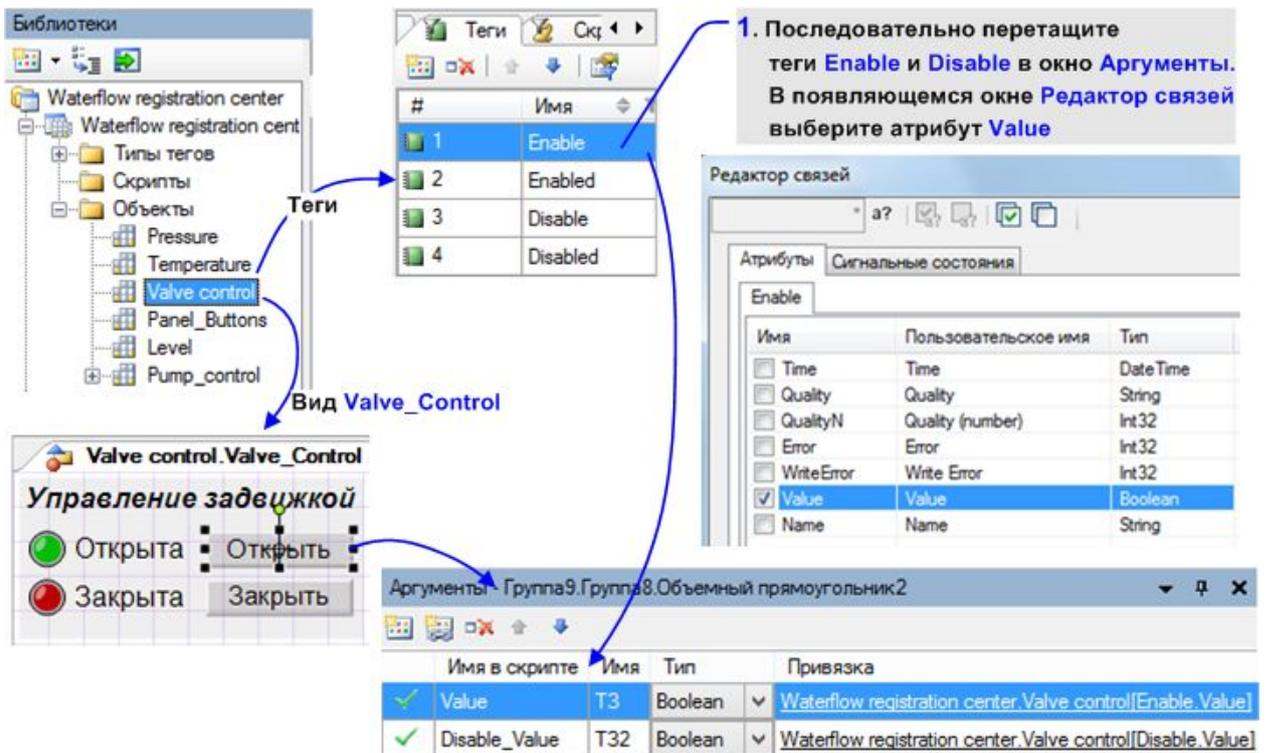

Рисунок 2.7 – Создание аргументов графического примитива **Объемный прямоугольник**
Вид **Valve\_control** (рисунок 2.7) используется для управления задвижкой с помощью кнопок **Открыть** и **Заккрыть**. Кнопки реализованы как графические примитивы **Объемный прямоугольник** с настроенной анимацией (изменением вида в зависимости от значения указанного атрибута) и реакцией на нажатие левой кнопки мыши. И реакции и анимации используют **аргументы** графических примитивов.
- 1 Для создания аргумента перетащить в окно **Аргументы** графического примитива необходимые атрибуты тега (рисунок 2.7, комментарий 1)